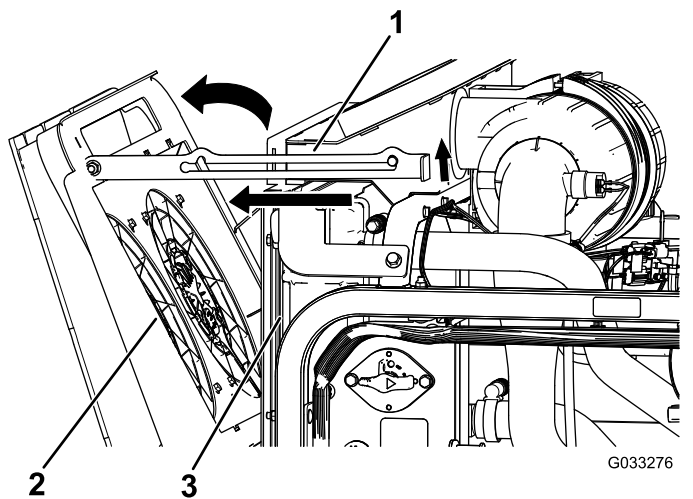

図 120
2. エンジン冷却ファンをラジエーターの後方に倒し、**支え棒**で支える (図 120)。